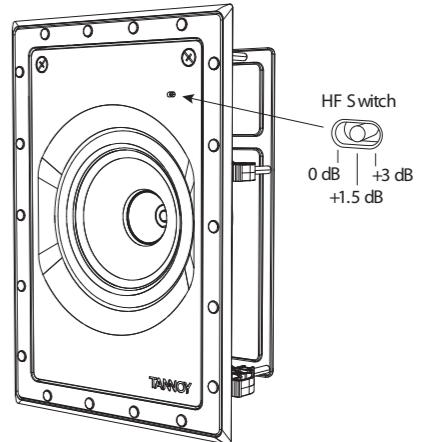

图 14. HF 开关位置
- HF 开关具有三个位置，其中 0 dB 是平坦的。进行必要的调整以适合房间的位置和声学条件（图 14）。（在 QCI 6DC IW 上不可用）。